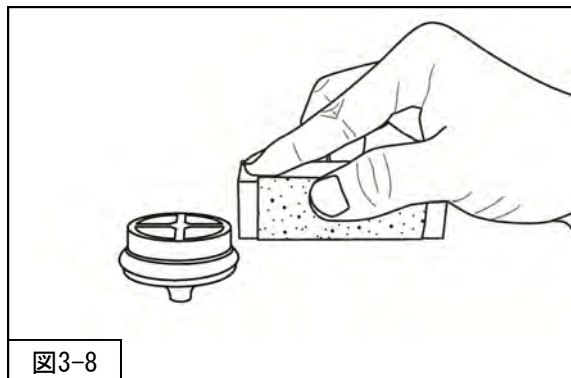

図3-8
- (2) サンドペーパーに当て木をし切断面を平滑にしてください。(図3-8)